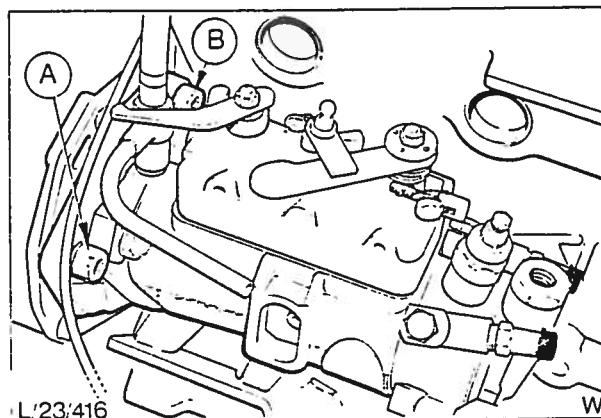
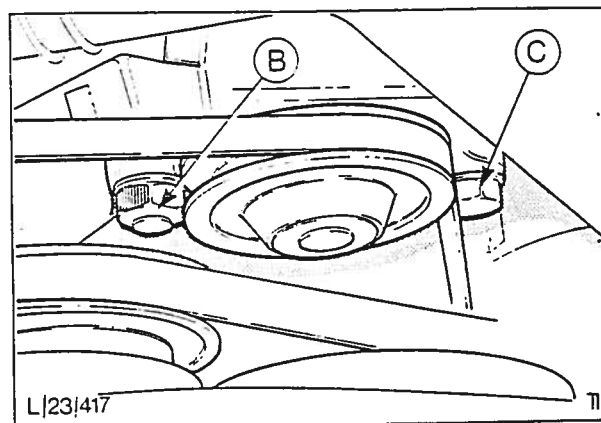

Fig. 39 Pumpens festebolter.
Fig. 40 Pumpens festebolter.
- (a) Midtre venstre (A i fig. 39) skrus ut med en umbrakonøkkel.
- (b) Øvre (B i fig. 39 og 40) skrus ut ved å holde en umbrakonøkkel bak (fig. 39) og dreie mutteren (fig. 40) med en åpen fastnøkkel.
- (c) Nedre (C i fig. 40) demonteres forfra ved bruk av en stjernesnøkkel.